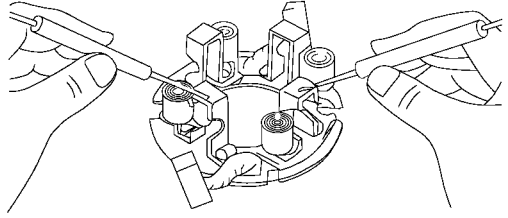

图 6-18 检查电刷架
(3) 检查电刷架。使用欧姆表检查正极 (+) 和负极 (-) 电刷架之间是否不导通，如图 6-18 所示。